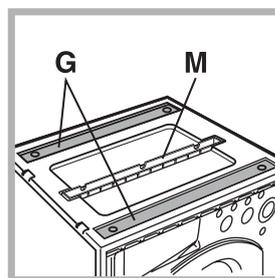

Fig. 10
All'interno del coperchio di polistirolo (**fig. 10**) si trovano: 2 traverse (G); 1 listello (M)